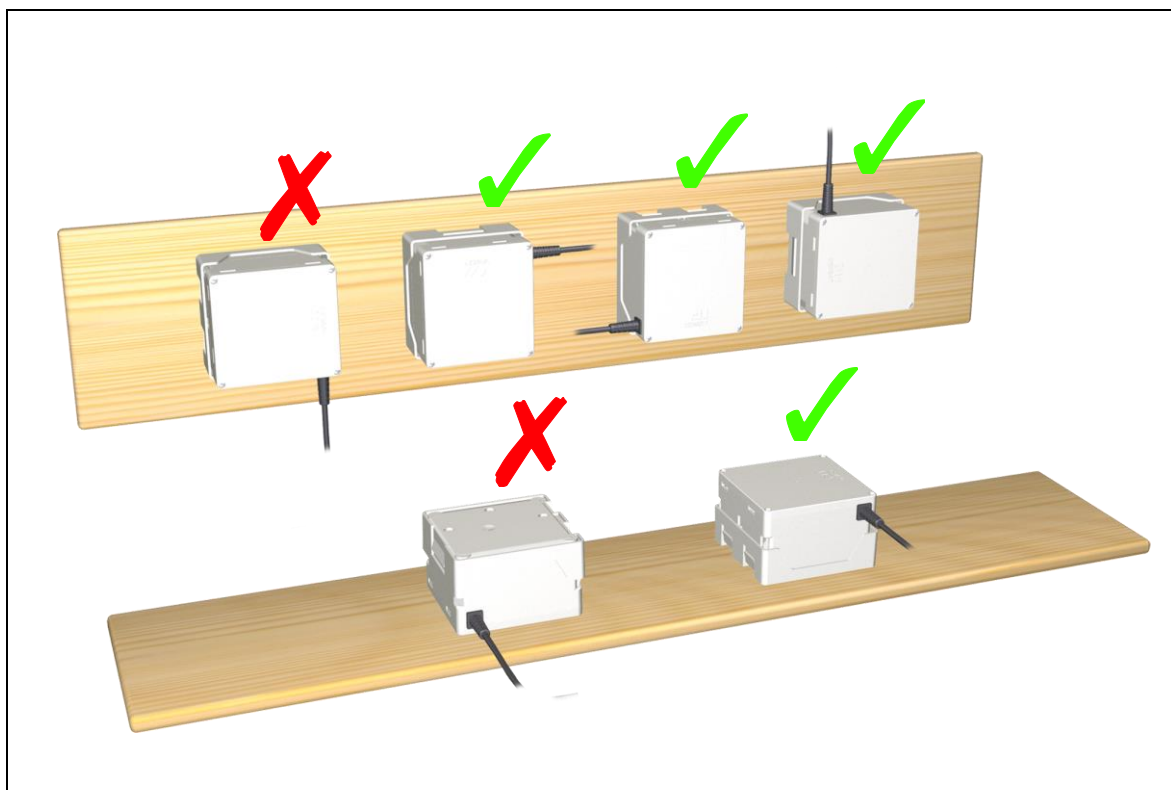

Abbildung 11 Erlaubte und verbotene Ladepositionen des AG7 / AG9
|  | <p>Beachten Sie bei der Montage des AG7 / AG9 folgende Hinweise:</p> <ul style="list-style-type: none"> <li>• Laden Sie den AG7 / AG9 vor der ersten Benutzung vollständig über mindestens 24 Stunden auf. Die eingebauten Akkus entfalten erst nach 5 bis 10 Lade- und Entladezyklen ihre volle Kapazität.</li> <li>• Beim Laden dürfen die Belüftungsschlitze des AG7 / AG9 nicht abgedeckt werden.</li> <li>• Montieren Sie den AG7 / AG9 so, dass der AG7 / AG9 nicht auf der Oberseite liegt und die Anschlussleitung nicht nach unten zeigt. Nur dann darf der AG7 / AG9 geladen werden, siehe die erlaubten Ladepositionen in Abbildung 11).</li> <li>• Für eine optimale Lebensdauer des AG7 / AG9 sollte der AG7 / AG9 nach dem Ladevorgang etwa 1 Std vor der Benutzung ruhen.</li> </ul> |
- Laden Sie den AG7 / AG9 nur in einer erlaubten Ladeposition (siehe Abbildung 11).
- Beim Ladevorgang darf der AG7 / AG9 **nicht** auf der Oberseite liegen und die Anschlussleitung darf nicht nach unten zeigen (siehe Abbildung 11).